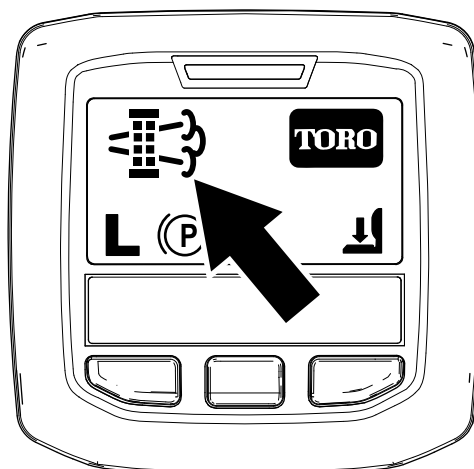

図 49
- 駐車再生やリカバリ再生が必要になると、インフォセンターに再生要求アイコン 図 49 が表示されます。